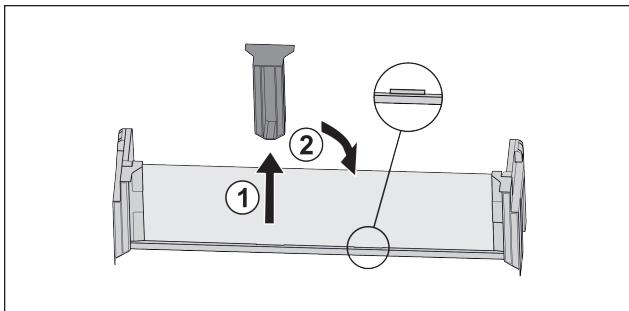

Fig. 103
- ▶ Middelste vasthoudeel lostrekken Fig. 103 (1).
- ▶ Middelste vasthoudeel in tweede positie inzetten Fig. 103 (2).